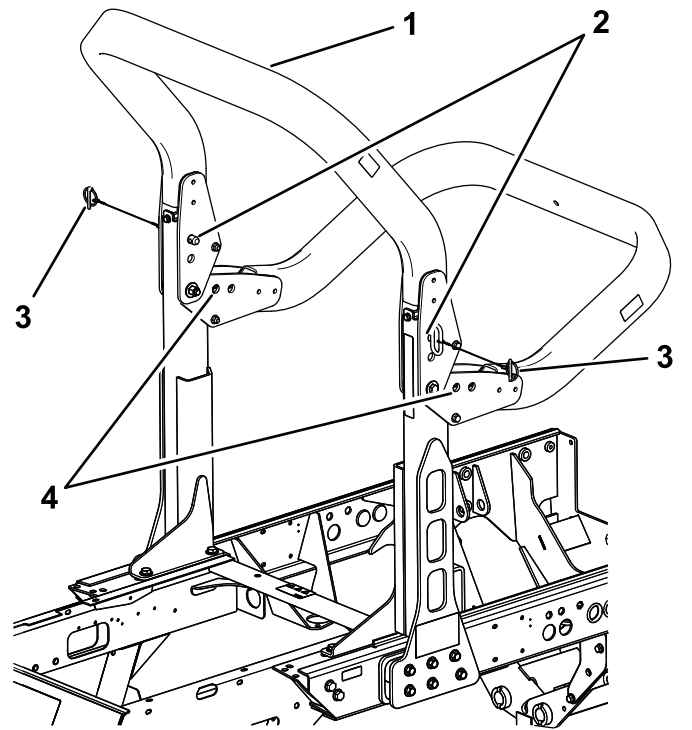

図 40
- ROPSの上部フレームを支えておいて、ピボットブラケットからスナップピンとクレビスを外す 図 40。